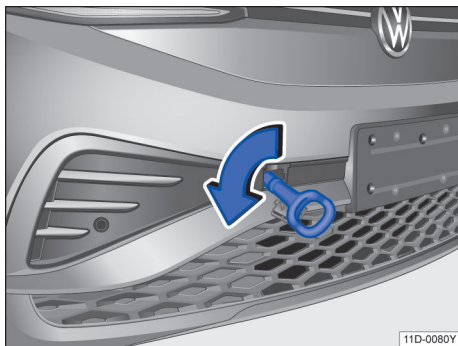

图 148 安装牵引环
- 将牵引环朝箭头方向拧入螺纹孔内，直到限位位置 → 图 148。